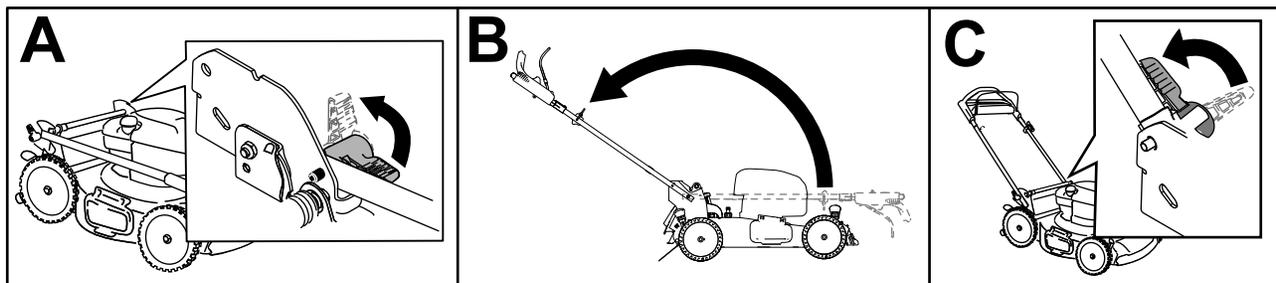

Figure 4
1. Déverrouillez le guidon (A de Figure 4).
2. Ramenez le guidon en arrière à la position d'utilisation (B de Figure 4).
3. Tournez le verrou du guidon jusqu'à ce que la goupille s'enclenche en place et verrouille le guidon à la position d'utilisation (C de Figure 4).